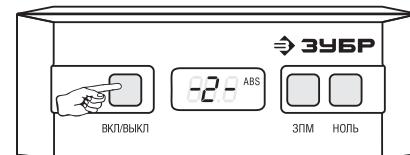

Рис. 3
- Подождите 6 секунд до появления надписи «-2» (рис. 3).
3. Нажмите на батарею для установки в отсек полностью (рисунок 3).